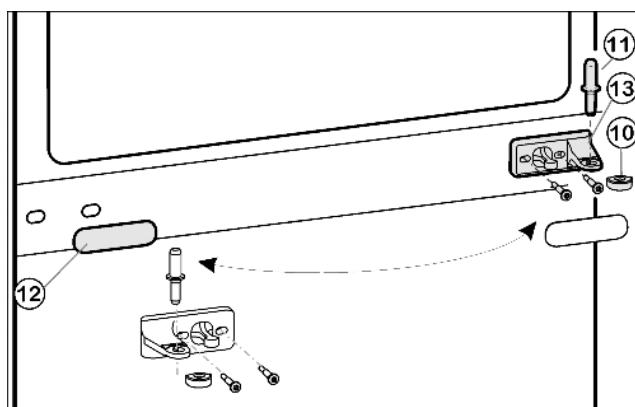
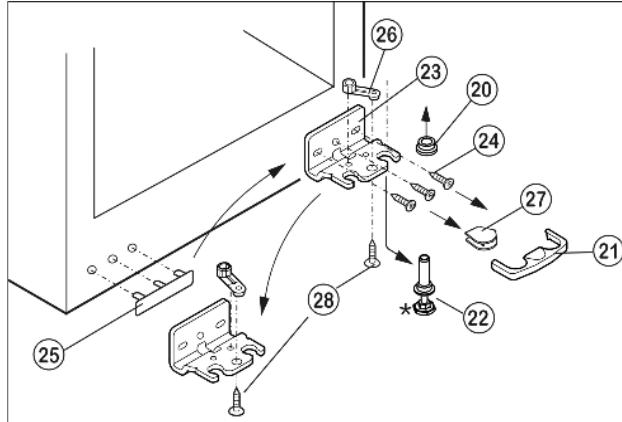

Fig. 5
Fig. 6
- ▶ Вытащите из опорного кронштейна и нижней дверцы средний опорный палец Fig. 5 (11).
- ▶ Пластмассовый колпачок Fig. 5 (10) снимите.
- ▶ Снимите средний опорный кронштейн Fig. 5 (13).
- ▶ Осторожно снимите накладку Fig. 5 (12).
- ▶ Открутите средний кронштейн Fig. 5 (13) и прикрутите его с поворотом на 180° на новую сторону шарнира **с усилием мин. 4 Нм.**
- ▶ Защелкните накладку Fig. 5 (12), повернув на 180°, на стороне, где теперь будет ручка.
- ▶ Предохранитель Fig. 6 (21) снимите движением вперед.*
- ▶ Снимите крышку Fig. 6 (27).*
- ▶ Полностью вверните регулируемую опору Fig. 6 (22).
- ▶ Вытяните опорный палец Fig. 6 (22) вниз и вперед. При этом следите за гнездом шарнира Fig. 6 (20).
- ▶ Открутите опорный кронштейн Fig. 6 (23)(3 шт. Torx 25) Fig. 6 (24).
- ▶ Открутите опорную деталь Fig. 6 (26)(1 Torx 25) Fig. 6 (28) и, переставив в отверстие на противоположной стороне опорного кронштейна, снова прикрутите.
- ▶ Осторожно приподнимите и переставьте крышку Fig. 6 (25) со стороны ручки.
- ▶ Снова прикрутите нижний опорный кронштейн Fig. 6 (23) на новой стороне шарнира при необходимости с помощью аккумуляторного шуруповерта **с усилием мин. 4 Нм.**
- ▶ Установите крышку Fig. 6 (27) на противоположной стороне.*
- Предохранитель (21) нужно зафиксировать сбоку на кронштейне, чтобы опорный палец и двери были защищены от выпадения.
- Снова защелкните предохранитель (21) на опорном кронштейне.
- Наденьте гнездо шарнира Fig. 6 (20).
- Установите нижнюю дверцу сверху на нижний опорный палец Fig. 6 (22).
- Снова наденьте пластмассовый колпачок Fig. 5 (10) на средний опорный кронштейн Fig. 5 (13).
- Вставьте средний опорный палец Fig. 5 (11) на новой стороне шарнира через средний опорный кронштейн Fig. 5 (13) в нижнюю дверцу.
- Установите верхнюю дверцу на средний опорный палец Fig. 5 (11).
- При необходимости выровняйте дверцы через два продольных паза в нижнем опорном кронштейне Fig. 6 (23) и среднем опорном кронштейне Fig. 5 (13) параллельно корпусу устройства. Для этого выкрутите средний винт на нижнем опорном кронштейне Fig. 6 (23).